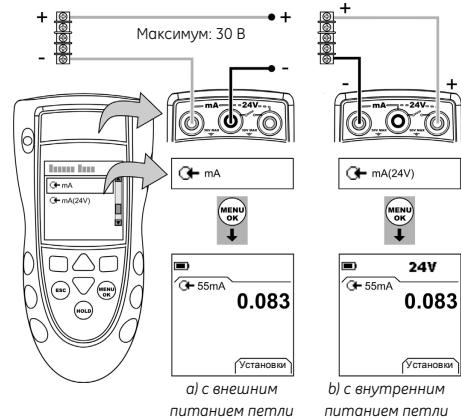

Рисунок 4: Пример конфигурации – Измерение мА
- Подключите прибор (Рисунок 4) и, при необходимости, отрегулируйте *Настстройка* (Таблица 1).